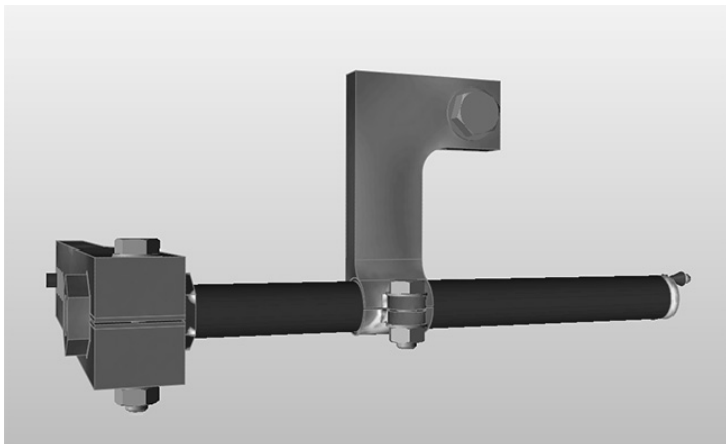

图 12-33
6) 结果与使用“滑动接触”选项进行的分析非常相似，但是现在能看到夹钳上的应力，如图 12-33 所示。